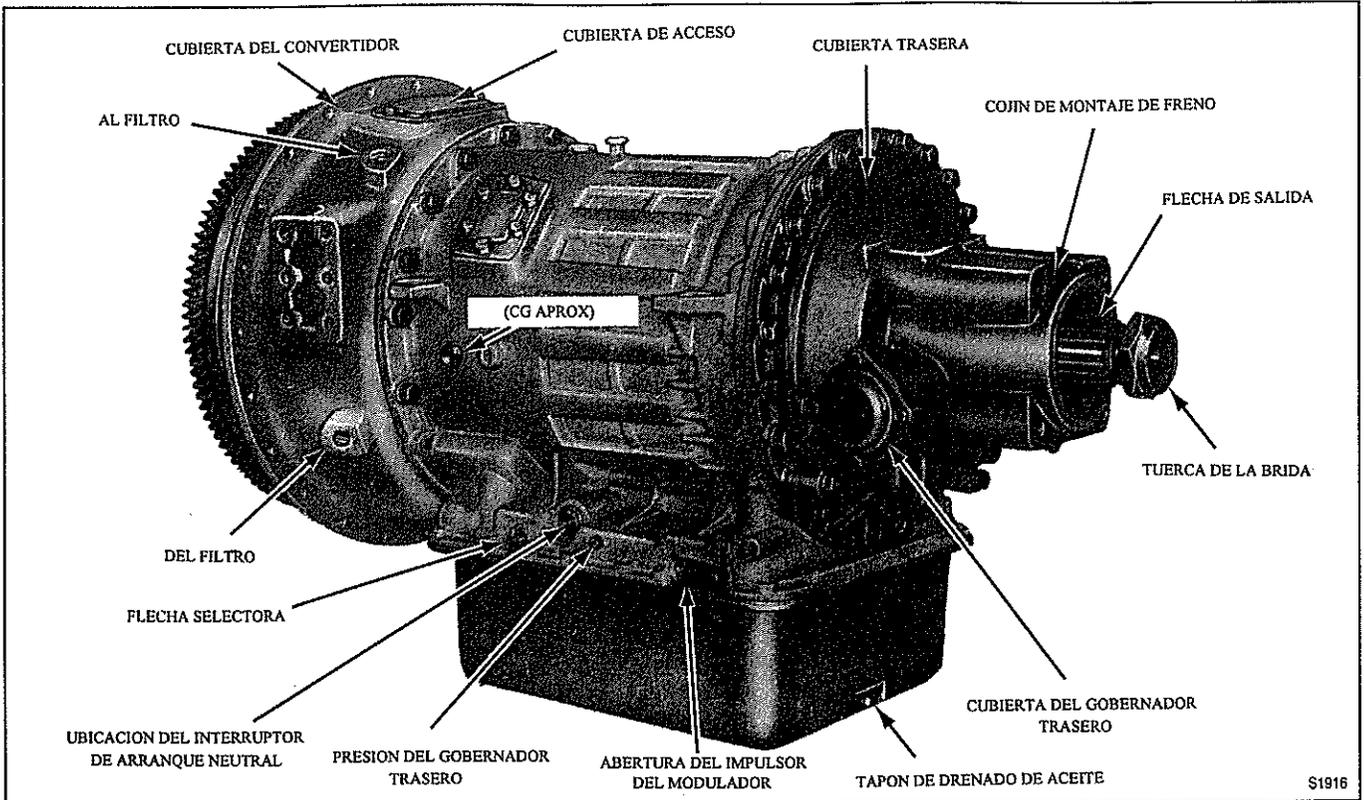

Figura 1-1. Transmisión Modelo HT 740 - Vista Trasera Izquierda
a. Cobertura. Este Manual de Servicio describe la operación, mantenimiento y procedimientos de reparaciones mayores para las transmisiones automáticas de la Serie HT 700 (Figura 1-1 a 1-8). Los componentes más importantes de la transmisión se describen y sus funciones se explican. Se proporcionan instrucciones detalladas para el desarmado y rearmado. El diagnóstico de fallas y las inspecciones de partes se muestran en las Secciones 3 y 4. La información de resortes se muestra en la Sección 8.